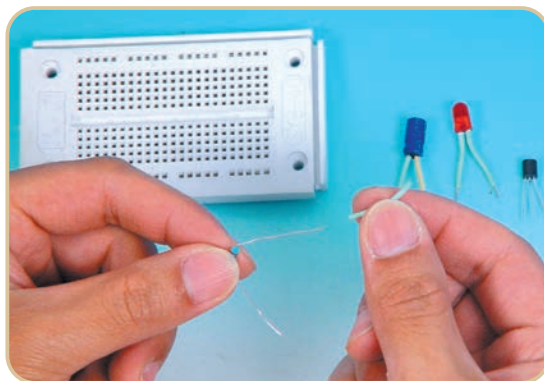

图 2-47
(3) 布线要点。
① 安装的元件极性和标志应便于看得到,元件引线不必剪短。为防止引线短路,对于较长的引线必须使用套管(如图2-47)。